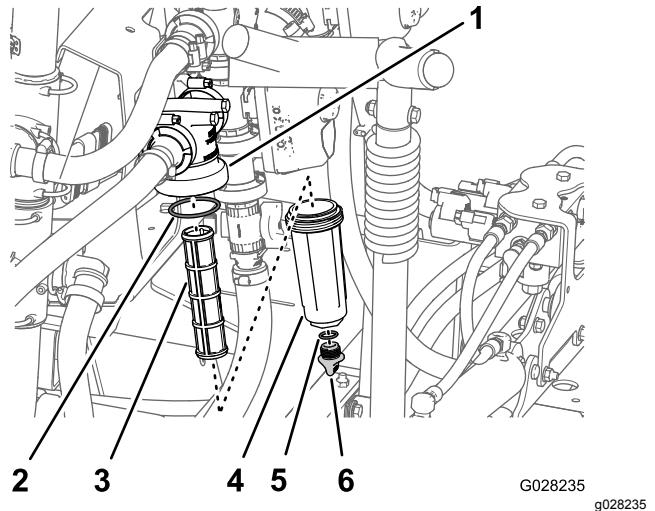

图 48
2. 在压力式滤清器下放置一个排放盘 图 48。
3. 逆时针旋转排油盖然后将其从压力式滤清器的油碗中取出 图 48。
4. 逆时针旋转油碗然后拆下滤清器头 图 48。
5. 拆下压力式滤清器的滤芯 图 48。
7. 检查排油塞的垫片在油碗内侧和油碗的垫片在滤清器头内侧是否有磨损和损坏 图 48。
8. 将压力式滤清器滤芯安装到滤清器头中 图 48。
9. 将油碗安装到滤头上并用手紧固 图 48。
10. 将排油盖安装到油碗底部的接头上然后用手拧紧排油盖 图 48。